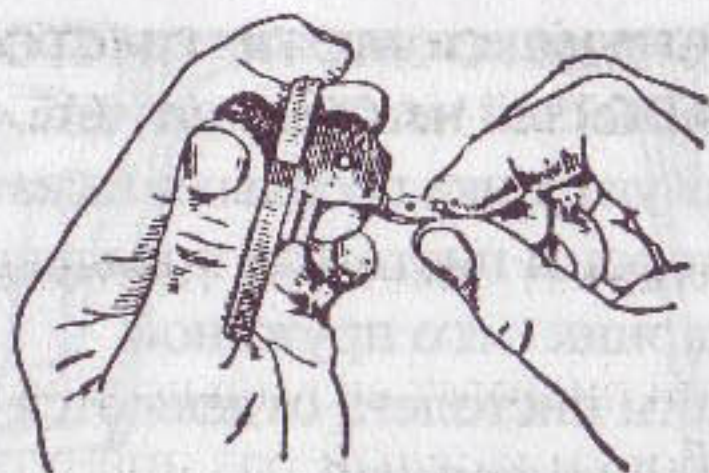

Рис. 200. Как вставить щептало
- ◆ вставить шептало с осью: удерживая колодку в левой руке, большим пальцем левой руки несколько отвести головку курка назад, правой — вложить шептало так, чтобы пружина его верхним концом поместилась в соответствующем гнезде колодки (рис. 200); вставить ось шептала;